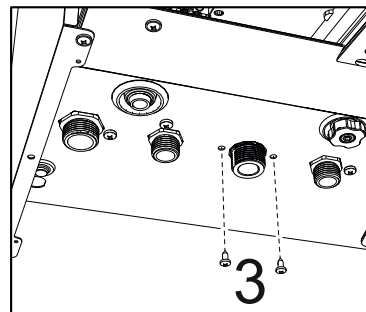

Abb. 51 -
- Die Schrauben "3" lösen ("Abb. 51 -")